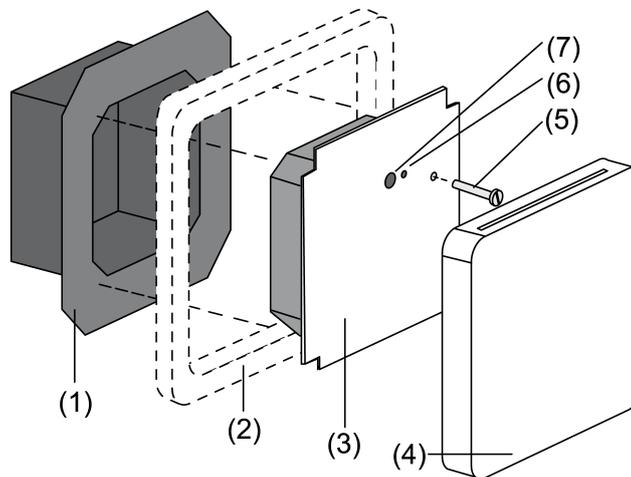
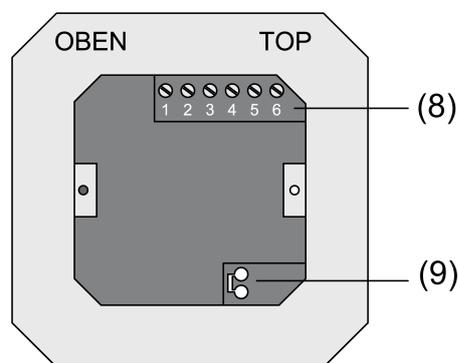
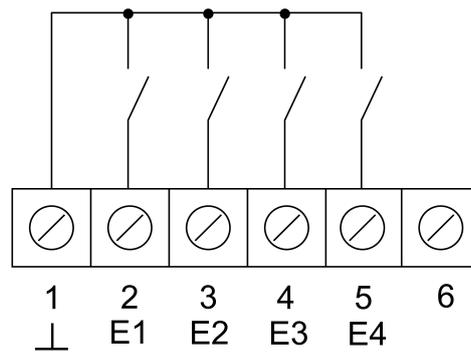
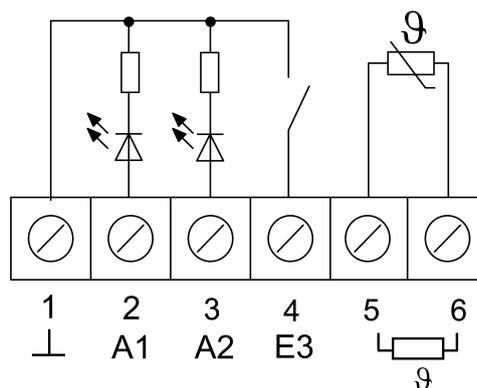

Figure 1
Figure 2
Figure 3
Figure 4
- Séparer le mécanisme de bornes (1) et la garniture électronique (3) (voir figure 1).
- Enficher le câble de bus dans le mécanisme de bornes sur la borne de raccordement (9) (voir figure 2).
- Entrées binaires **E1...E4** : raccorder les contacts normalement ouverts ou normalement fermés en tant que commutateurs ou boutons-poussoir aux bornes 1 et 2...5 (voir figure 3) du bornier (8) (voir figure 2).
- Sorties binaires **A1...A2** : raccorder les LED ou les relais électroniques aux bornes 1 et 2, 3 (voir figure 4) du bornier (8) (voir figure 2).
- Raccorder la sonde de température externe aux bornes 5 et 6 (voir figure 4) du bornier (8) (voir figure 2).
- Introduire le mécanisme de bornes (1) (voir figure 1) dans le boîtier d'appareillage. Observer l'inscription **OBEN / TOP**. Le raccordement de bus (9) (voir figure 2) doit se trouver en bas à droite.
- Placer le cadre de recouvrement (2) sur le mécanisme de bornes (1) (voir figure 1).
- Insérer le mécanisme électronique en bonne position sur le mécanisme de bornes (voir figure 1).
- Retirer l'habillage (4) (voir figure 1).
- Fixer le mécanisme électronique avec les vis de fixation (5)(voir figure 1).
- Remettre l'habillage (4) en place (voir figure 1).
- Appuyer sur le bouton de programmation (7) (voir figure 1).
La LED de programmation (6) est allumée (voir figure 1).
La LED de programmation (6) s'éteint (voir figure 1).